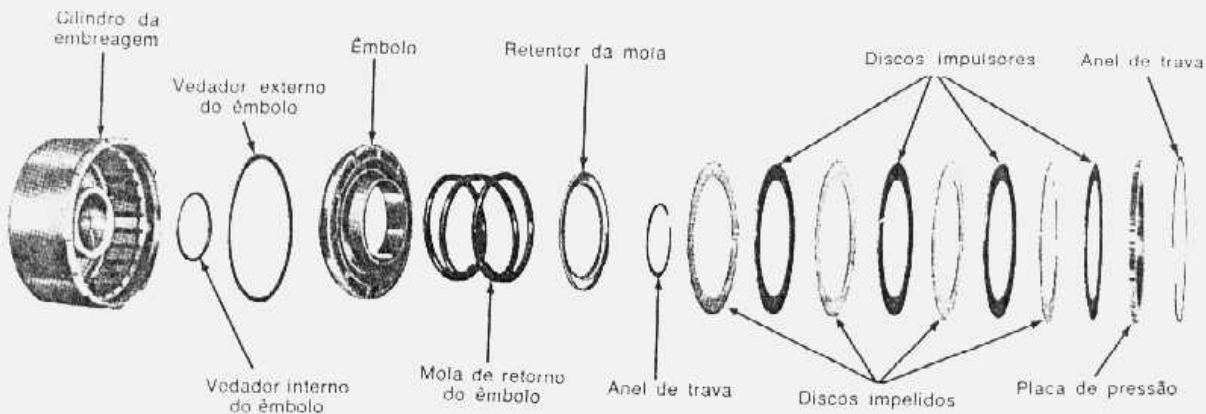

fig. 74 — embreagem de marcha-à-ré e alta desmontada - típica
2. Remover a placa de pressão e os discos impulsores e impelidos da embreagem (fig. 74). Se os discos de composite da embreagem forem reapro-
6. Remover o vedador externo do êmbolo, do sulco no diâmetro externo do mesmo, e o vedador interno do êmbolo, do cubo do cilindro da embreagem (fig. 74).
- Quando são usados discos de composite novos, deixá-los ficar imersos em fluido para transmissão, durante quinze minutos antes da instalação. Instalar os discos alternadamente, começando com um disco de aço, e em seguida, com um disco de composite (fig. 74). O último disco a ser instalado é a placa de pressão. Quanto ao número correto de discos de embreagem necessários para cada modelo de transmissão, consultar a parte de especificações.
- Instalar o anel de trava do disco de pressão (fig. 74). Certificar-se de que o anel de trava ficou bem assentado na sua ranhura no cubo da embreagem.